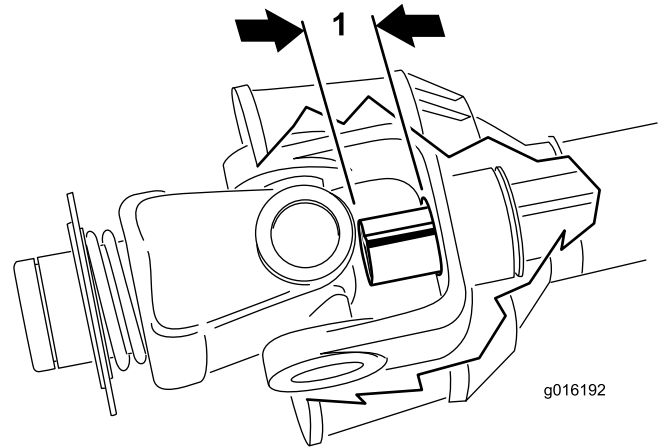

Bild 16
9. Schieben Sie die Zapfwellenrohre zusammen, bis sie ganz zusammengeklappt sind. Stellen Sie sicher, dass das **Innenrohr** nicht in das Kreuz und den Lagerabschnitt des Außenrohrs hineinragt (Bild 16). Falls dies der Fall ist, müssen das Innenrohr **kürzen**, um das Problem zu beheben. Machen Sie mit den nächsten Schritt weiter.
10. Messen Sie, wie weit das Innenrohr in das Kreuz und den Lagerabschnitt des Außenrohrs hineinragt (Bild 16). Addieren Sie diesen Wert zu dem in Schritt 8 erhaltenen Wert.